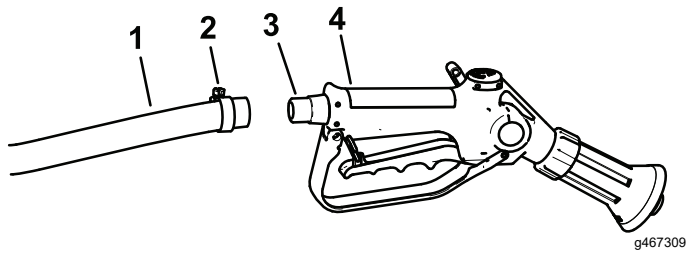

Figure 47
3. Connectez l'extrémité libre du long flexible au raccord du pistolet pulvérisateur (Figure 47).